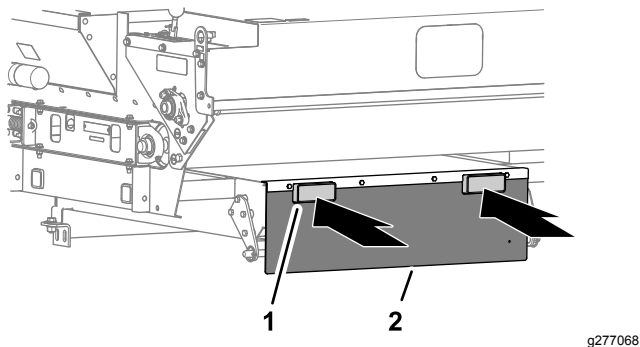

Figura 8
- Si utiliza una carretilla elevadora para elevar la recebadora, inserte las horquillas a través de los tubos de elevación (Figura 8) en el faldón trasero.